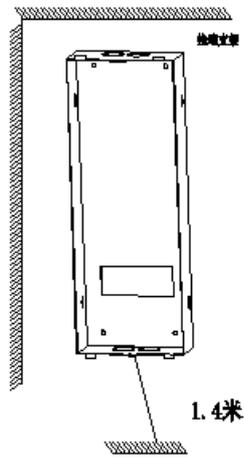

图 1-1
1.将挂墙板放置在底部离地面 1.4 米左右位置,(如挂墙安装时,与门框间距不可大于 0.1 米)如图 1-1 所示